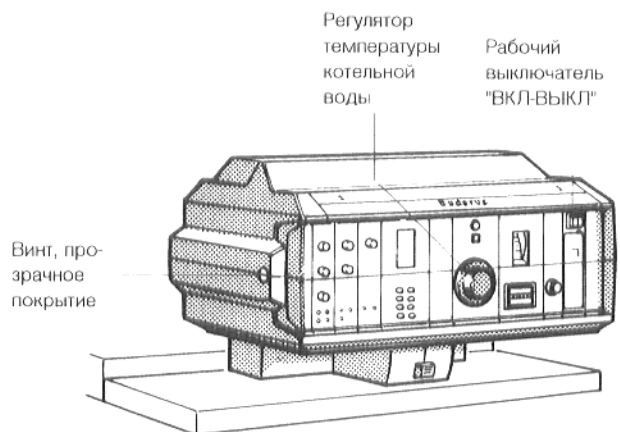

Рис. 5. Регулятор
- Установить шлиц крепежного болта прозрачного покрытия регулятора (рис. 5), в горизонтальное положение, например, при помощи монеты. Снять прозрачное покрытие в направлении вперед.
- Установить рабочий переключатель (рис. 5) на поз. I (ВКЛ.).
- Установить регулятор температуры котельной воды (рис. 5) на желаемую температуру. У Ecomatic регулирования на "AUT".